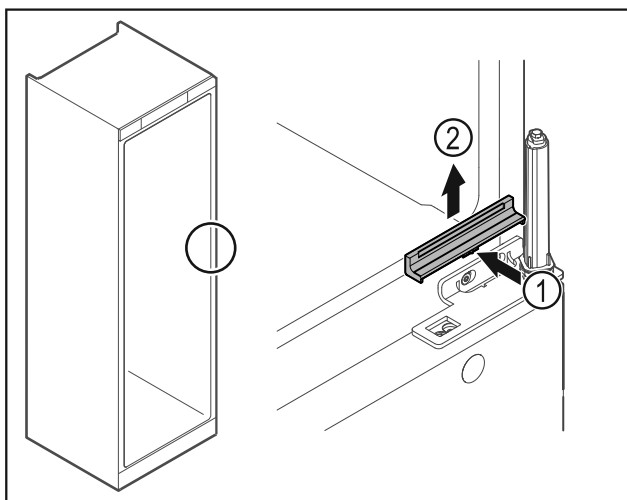

Fig. 25
- ▶ Shtypni kapakun mbulues Fig. 25 (1) lehtë në mes dhe hiqeni nga lart Fig. 25 (2).